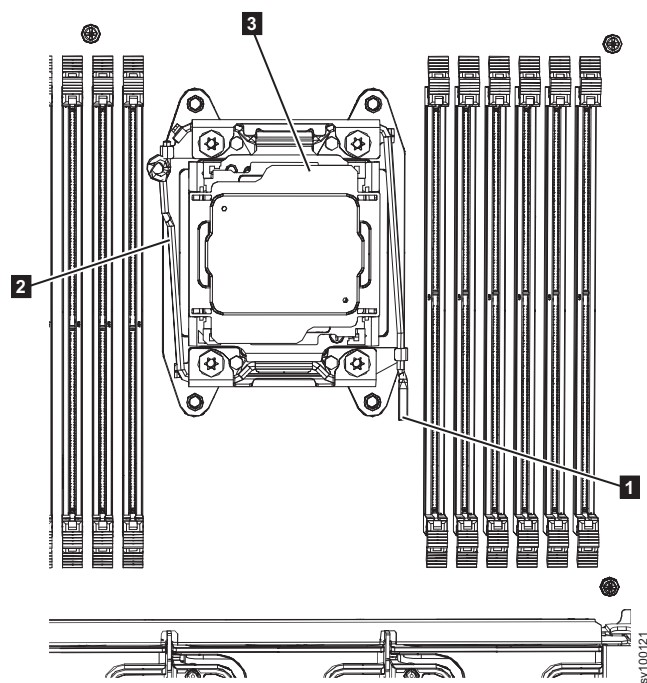

図 299. 2145-SV1 のマイクロプロセッサ・ブラケット・フレームを開く
1. マイクロプロセッサを挿入するための準備としてソケットを開きます。マイクロプロセッサを取り外すときに行ったのと同様に、解放レバー (396 ページの図 299 の **1**) を下げて内向きに押しします。次に、マイクロプロセッサ解放レバー 2 (**2**) を持ち上げます。